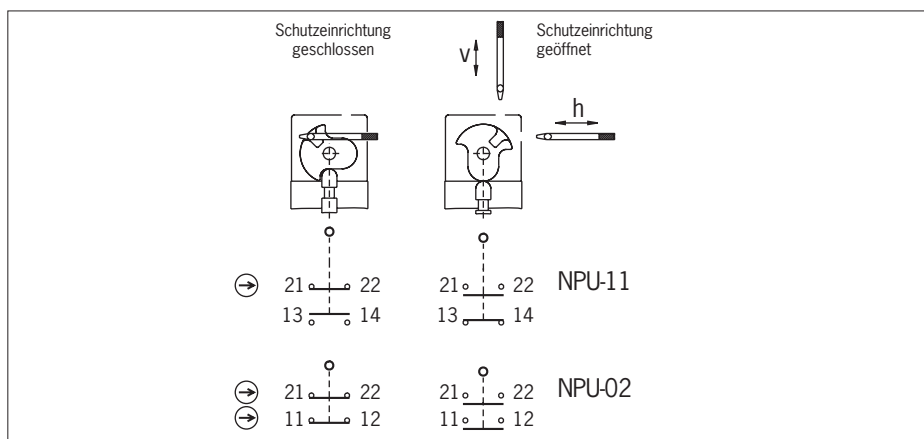

Bild 4: Schaltelemente und Schaltfunktionen
Es muss mindestens ein Kontakt ⊖ verwendet werden. Dieser signalisiert die Stellung der Schutzeinrichtung (Kontaktbelegung siehe Bild 4).
3. Anschließen und Klemmen mit 0,5 Nm anziehen (Kontaktbelegung siehe Bild 4).